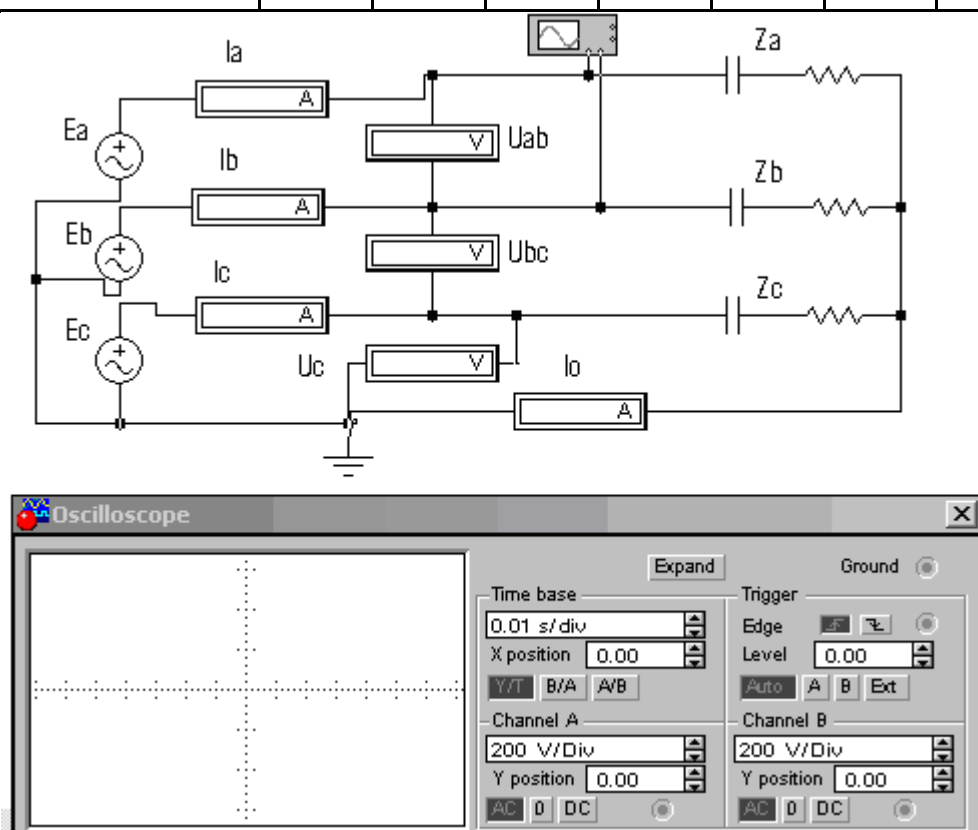

Рис. 2.Схема моделирования системы звезда-звезда с симметричной нагрузкой (осциллограф измеряет линейное напряжение)
3.1 Соединение звезда-звезда с симметричной нагрузкой (рис. 2,3).
Исходные данные к схемам рис.2,3 $f=50\text{Гц}$